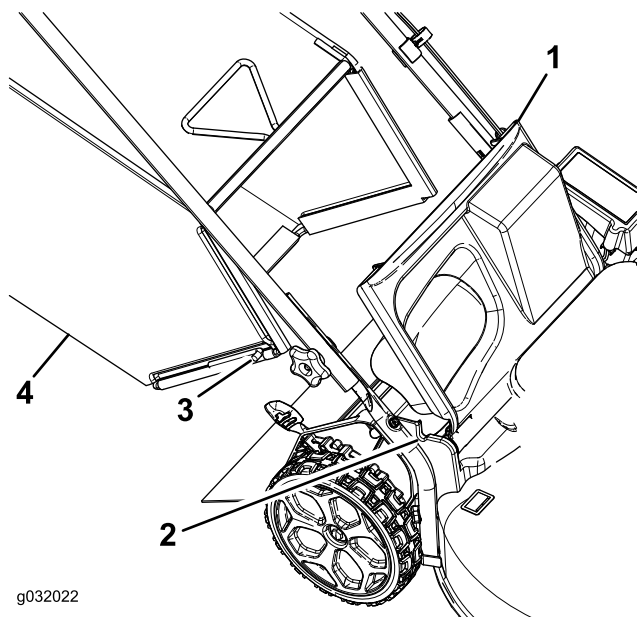

Bild 20
1. Heben Sie die Heckklappe an (Bild 20).
2. Setzen Sie die Stangenenden des Fangkorbs in die Kerben an den Holmhalterungen (Bild 20).